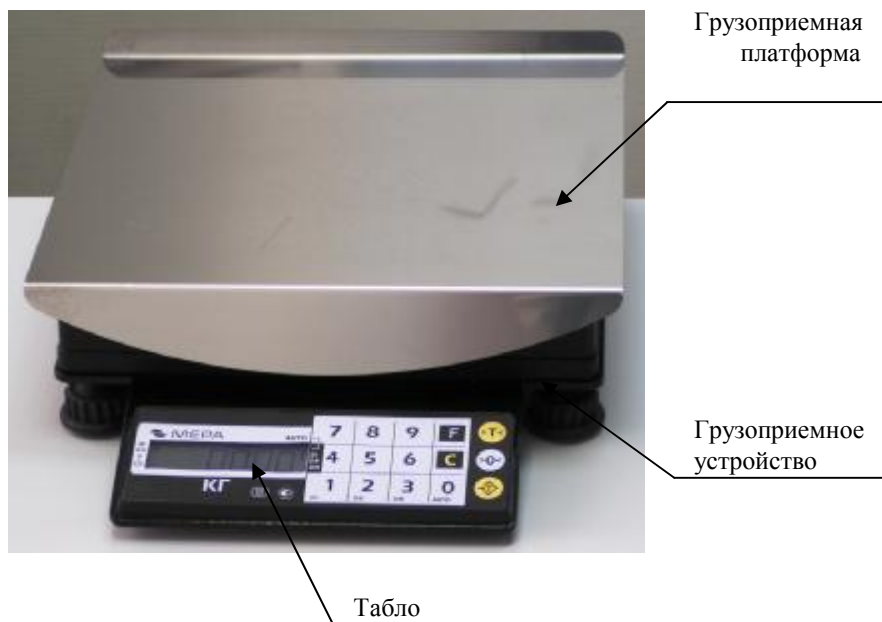

Рисунок 1 – Весы ПВм. Состав весов
3.1 Весы состоят из следующих составных частей (рисунок 1):